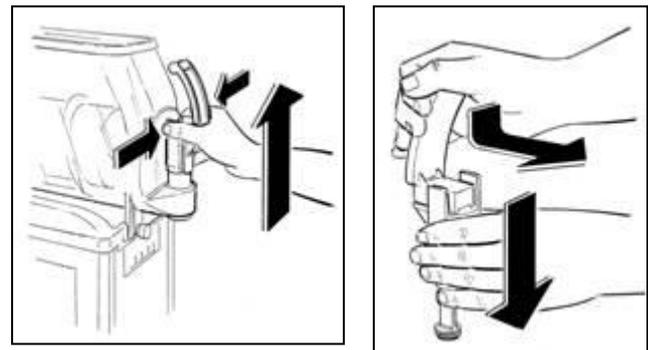

Fig. 7
- Démontez le robinet du bac en appuyant simultanément sur les deux ailettes du bloc et le soulever de manière à l'extraire de son logement (fig.7).
- Décomposer le robinet de tous ses éléments en maintenant la pression du corps vers le bas et en retirant le levier de son logement (fig.7).